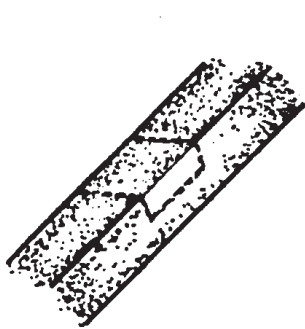

Figura 1
- Marca sobre su canto superior el ancho del travesaño y en uno de sus costados, el grueso del travesaño (figura 1).